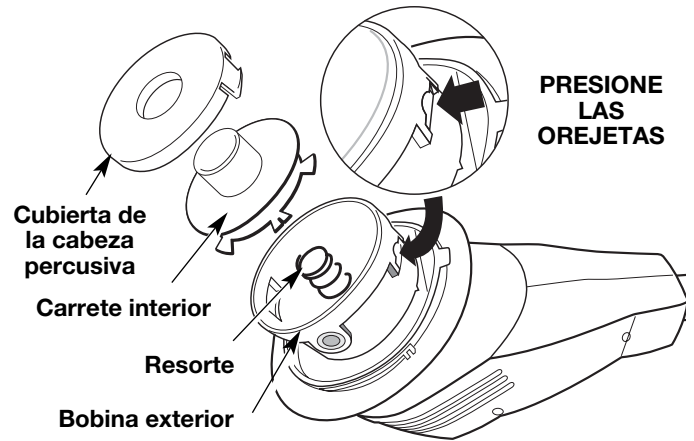

Fig. 11
1. Saque la cubierta de la cabeza percusiva presionando ambas orejetas de la cubierta de la cabeza en cualquiera de los lados de la bobina exterior de la cabeza percusiva (Fig. 11).
2. Saque el carrete interior y el resorte (Fig. 11).
3. Limpie la superficie interior de la bobina exterior con un paño limpio (Fig. 11).
1. Saque la cubierta de la cabeza percusiva presionando en las dos orejetas de la cabeza percusiva que están visibles en cualquiera de los lados de la bobina exterior de la cabeza percusiva (Fig. 11).
2. Saque el carrete interior viejo y el resorte de la bobina exterior (Fig. 11).
3. Saque el resorte del carrete interior viejo (Fig. 11).